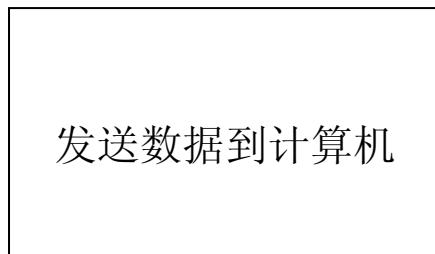

图 46
- c. 按←键确认发送数据，屏幕显示：发送数据到计算机，发送完成有蜂鸣声提示，返回菜单状态，显示如图 46：